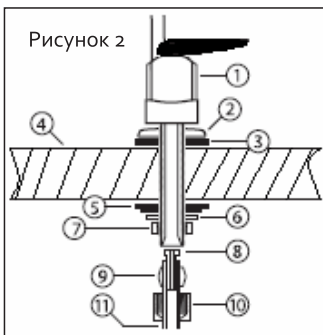

Рисунок 2
7. Установите кран как показано на рис. 2. При необходимости используйте ФУМ-ленту.